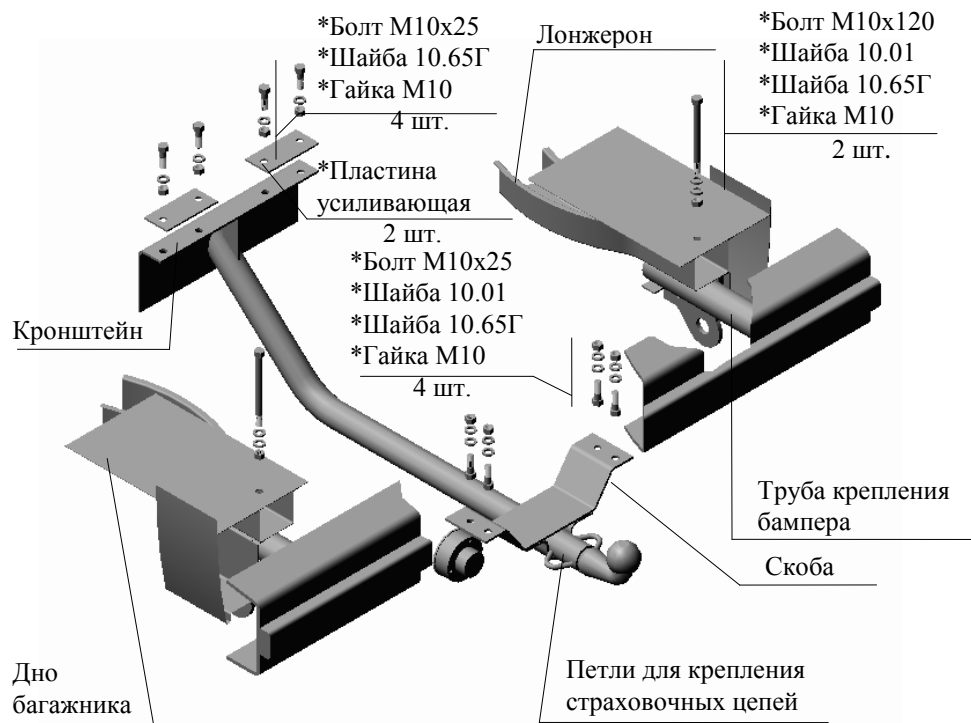

РИС.1 Тягово-сцепное устройство ТСУ 2121 исп.2
2.1 ТСУ 2121 в сборе (рис.1)	1 шт.
2.2 Пакет с комплектующими (см. рис.1)	1 шт.
4.3 Закрепить ТСУ восемью болтами М10х25 к заднему бамперу и дну багажника. Болты расположить в соответствии с рис.1. Усиливающие пластины расположить между головками болтов и полом багажника автомобиля, а шайбы - между кронштейном ТСУ и гайками М10.